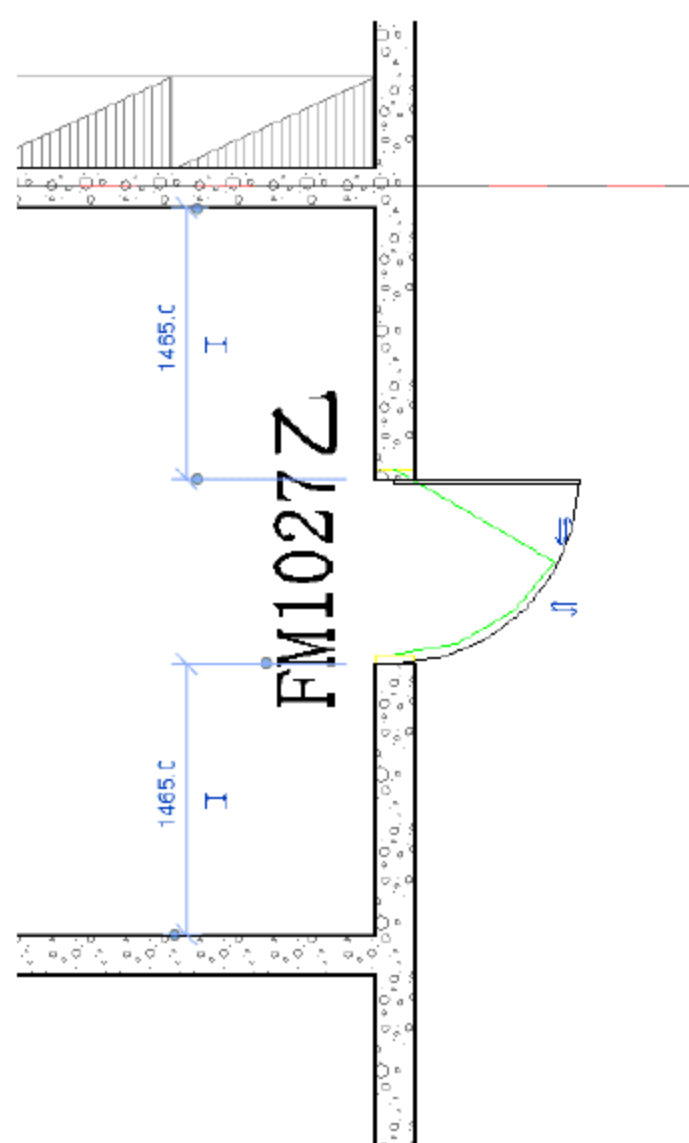
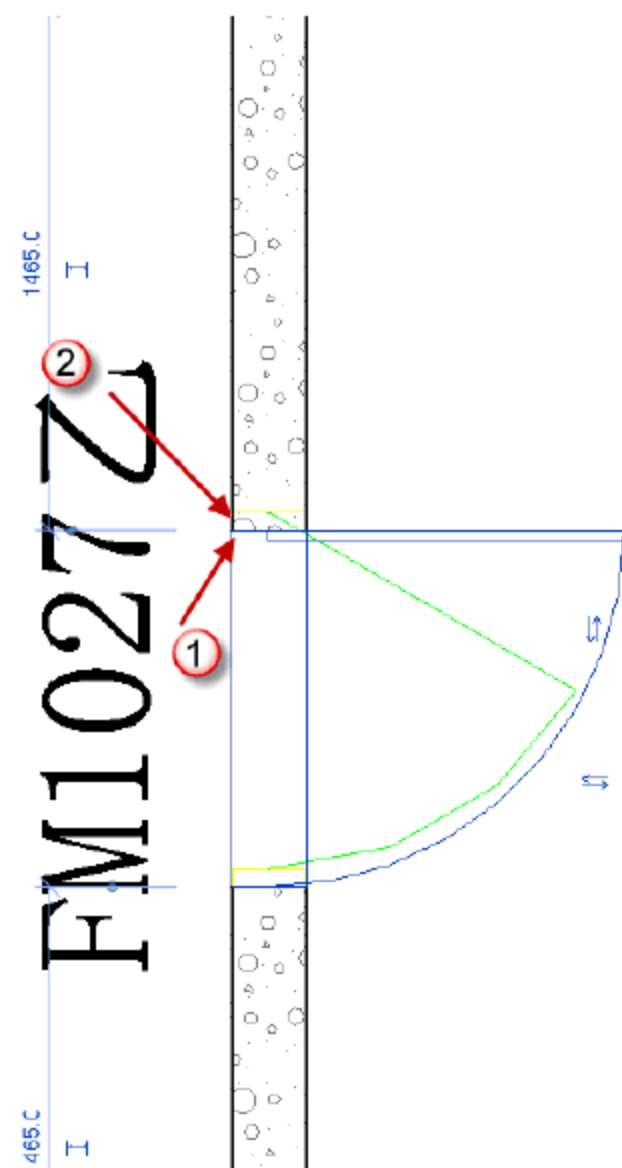
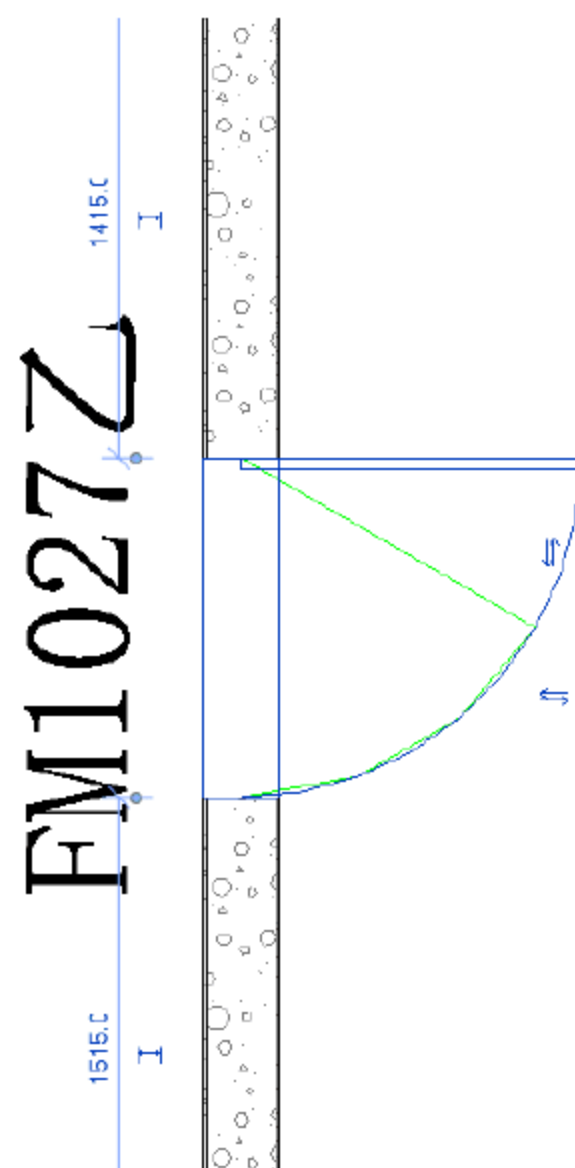

图 10.4.7 插入“M1027 乙”门族
图 10.4.8 移动“M1027 乙”族
图 10.4.9 完成“FM1027 乙”门族的插入
(3) 插入“FM1027 乙”门族。选择“建筑”→“门”命令（或者按快捷键 D+V），在相应的地方插入族，如图 10.4.7 所示。移动“FM1027 乙”族，先选择已经插入的门族，按快捷键 M+V，移动“FM1027 乙”，将“1”点移动到“2”点对齐，如图 10.4.8 所示。移动完成后如图 10.4.9 所示。然后插入其他的“FM1027 乙”族。